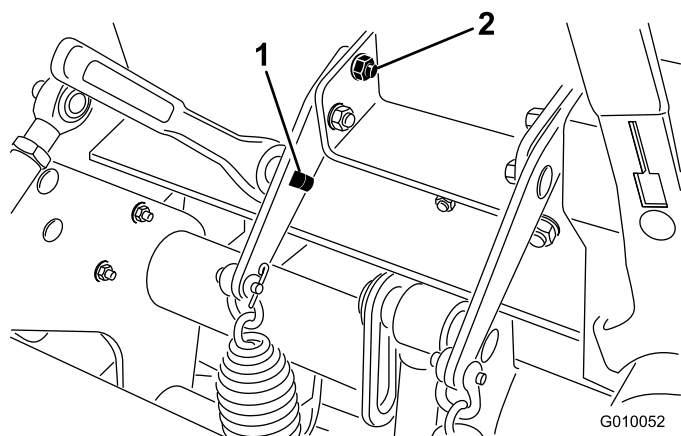

図 37
2. スプリングプレートの四角い穴に 1/2" のラチェットまたはバールを差し込む (図 37)。